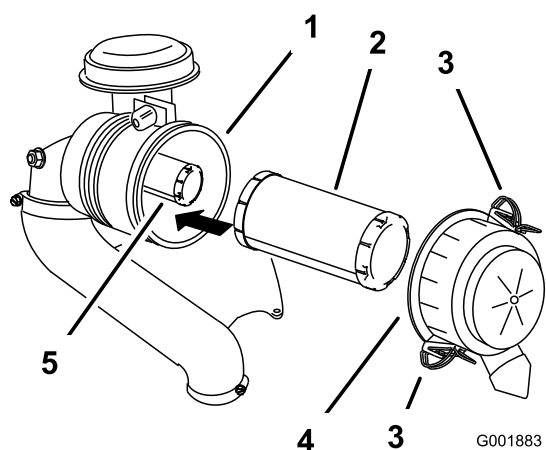

Figure 46
3. Ouvrez les dispositifs de verrouillage du filtre à air et détachez le couvercle du boîtier du filtre (Figure 46).
5. Sortez le préfiltre du boîtier du filtre avec précaution (Figure 46).
2. Si vous remplacez l'élément intérieur, insérez-le avec précaution dans le boîtier du filtre (Figure 46).
3. Placez ensuite le préfiltre sur l'élément de sécurité avec le même soin (Figure 46).
4. Remettez en place et verrouillez le couvercle du filtre à air (Figure 46).